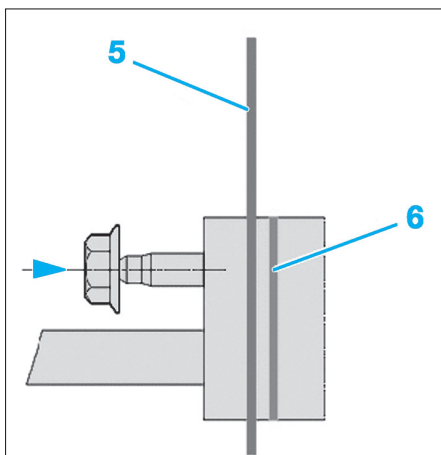

Fig. 22
- La face d'appui (5) des tuyaux doit être en appui sur la face (6) du condenseur avant le serrage de l'écrou (Fig.22).